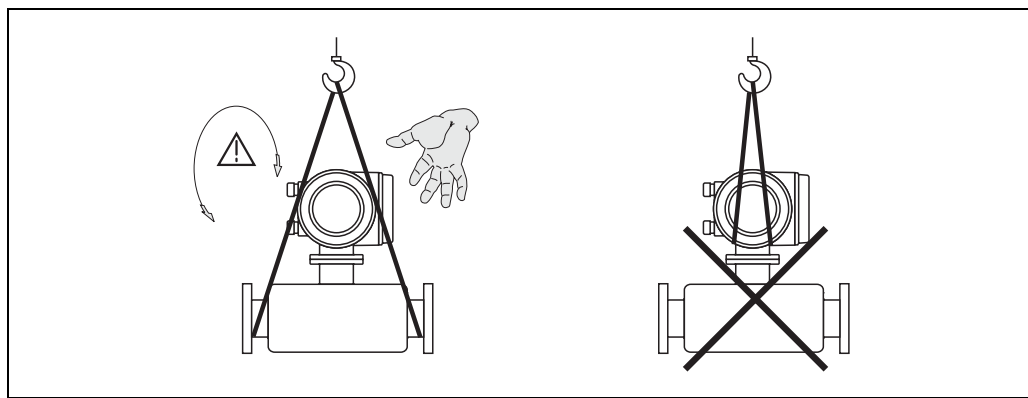

Fig. 4 : Instructions pour le transport de capteurs avec DN 40...100 (1½" à 4")
- Les versions séparées avec des diamètres nominaux de DN 40...100 (1½" à 4") ne doivent pas être soulevées au niveau du boîtier du transmetteur ou de raccordement (Fig. 4). Pour ce faire, poser des courroies autour des deux raccords process. Eviter d'employer des chaînes, qui risquent d'endommager le boîtier.